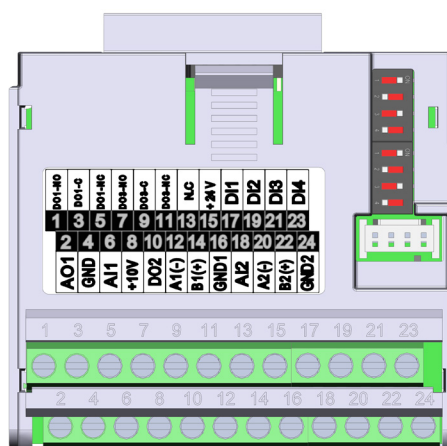

Рисунок 20.4: Подключаемый модуль CFW500-CRS485
Подключаемый модуль CFW500-CRS485 имеет интерфейс «Последовательный (1)», подключенный к порту RS-485 через контакты 12 (A-) и 14 (B+), а также «Последовательный (2)», подключенный к другому порту RS-485 через контакты 20 (A2+) и 22 (B2+), см. Рисунок 20.4 на странице 20-1. См. также: GND1 на клемме 16 и GND2 на клемме 24 изолированы друг от друга и от GND на клемме 4.